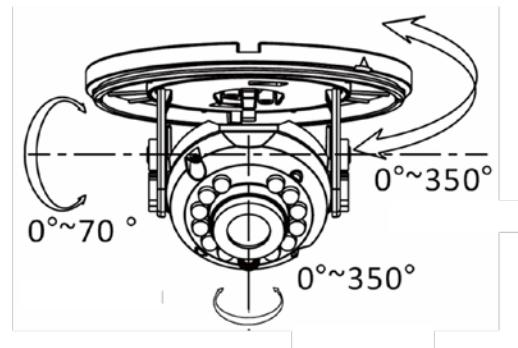

Рис. 4.4.1.3. Настройка позиционирования видеокамеры LTV CTB-710
7. Установите отражатель и прозрачный купол как показано на рис. 4.4.1.4.